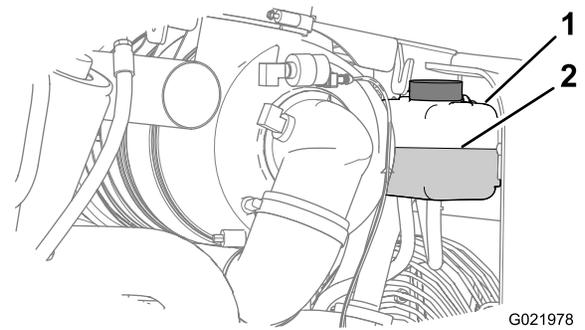

Figure 77
4. Contrôlez le niveau de liquide de refroidissement dans le vase d'expansion (Figure 77).
**Remarque:** Vérifiez que le niveau de liquide de refroidissement se situe entre les repères minimum et maximum du vase d'expansion (Figure 77).